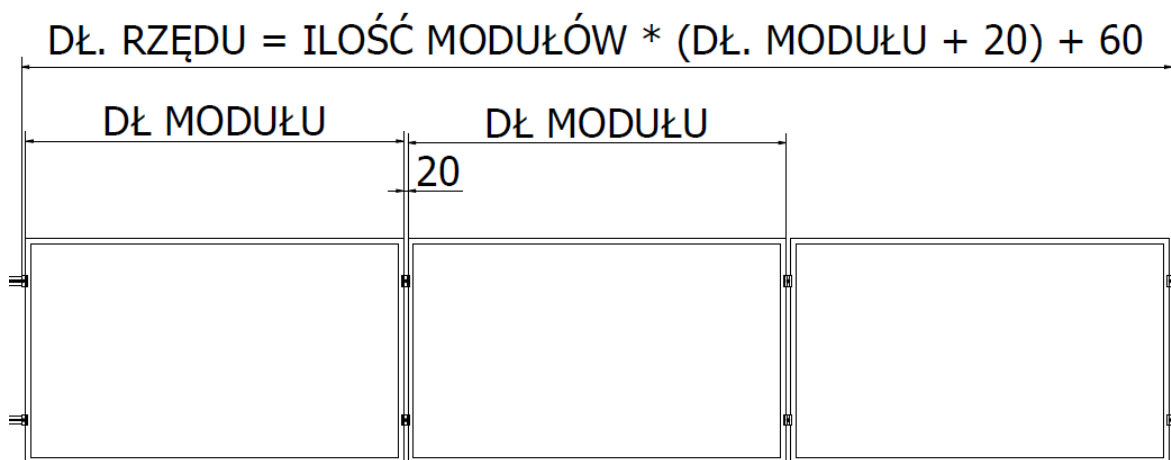

Rys. 1 Strefa wolna dla konstrukcji na dachu
1. Rozłożenie modułów należy rozplanować w taki sposób, aby zminimalizować lub wykluczyć pojawienie się cienia na modułach. Należy mieć na uwadze, że nawet cień rzucany przez drzewa czy budynki może ograniczyć uzyski generowane przez moduły. Montując system latem, należy mieć świadomość, że cień rzucany przez drzewa i sąsiadujące budynki, zimą będzie sięgał zdecydowanie dalej. Należy również pamiętać o zachowaniu strefy bezpiecznej na poszyciu dachu – rys.1.